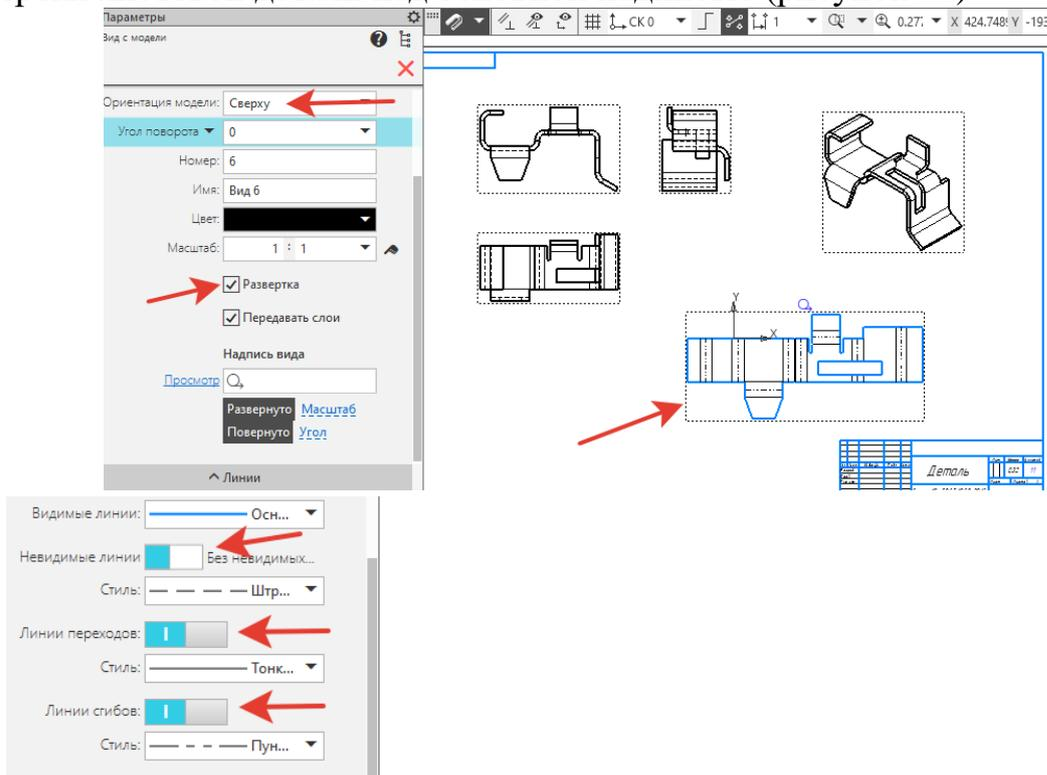

Рисунок 68.
38. На панели **Параметры** – находим **Ориентация модели – Сверху**, поставим галочку - **Развертка**. Открываем **Линии – Невидимые линии, Линии переходов, Линии сгибов** передвинуть бегунок влево. Зафиксируем фантом развертки листовой детали над основной надписью (рисунок 68).